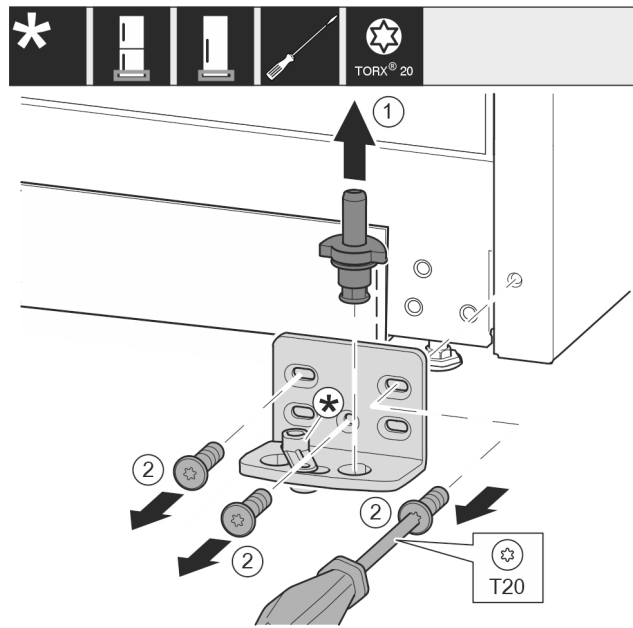

Fig. 14
- Estrarre completamente verso l'alto i perni di supporto Fig. 14 (1).
- Svitare le viti Fig. 14 (2) con un cacciavite e rimuovere il blocco di supporto.